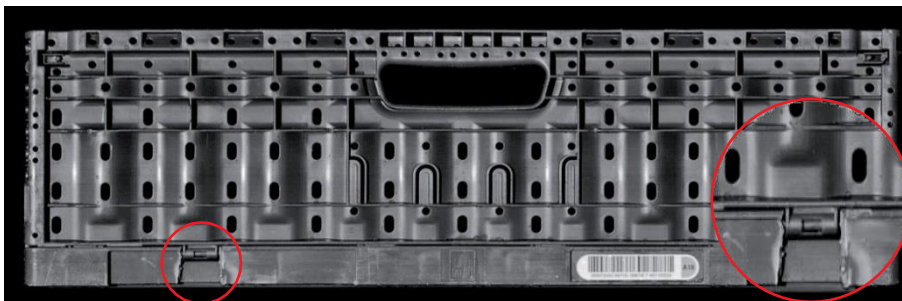

Abb. 2: Ausgebrochenes Scharnier (Foto: Eckelmann AG)
- Strukturelle Mängel (s. Abb. 2, Abb. 3):
Diese Informationen werden zu einem 3D-Modell des Objekts, in diesem Fall also des Mehrwegbehälters, zusammengefügt. Da das Bild echte 3D-Informationen enthält und diese unabhängig von Kontrastverhältnissen sind, können jetzt auch schwierig zu detektierende strukturelle Veränderungen treffsicher erkannt werden, wie z.B. eine defekte Lasche (s. Abb. 2). Zur kontrastbasierten Erkennung von Verunreinigungen werden robuste Standard-Flächenkameras verwendet.